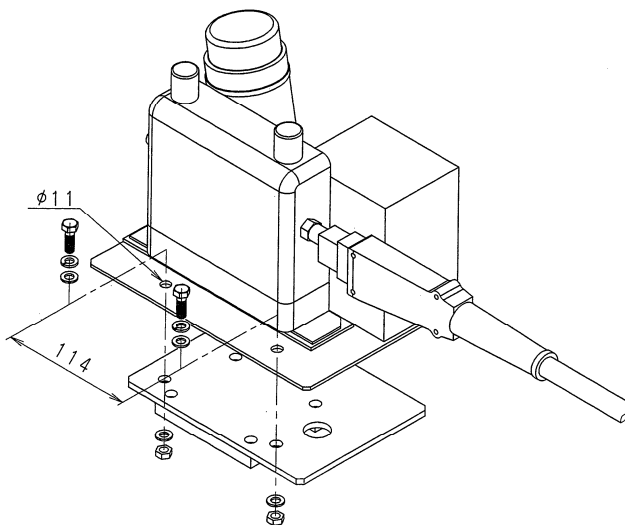

図 1.2 ワイヤ送給装置の取り付け(手順 2)
2. 図 1.2 を参考にワイヤ送給装置を固定ブラケットに取り付けてください。取り付けには送給装置付属の六角ボルト・ワッシャ・ナットを使用します。
RA05L では、送給装置は別置きとなりますので、ワークやその他の障害物を考慮の上、お客様にて取り付けてください。(取り付けの際には図 1.2 を参考にしてください。)